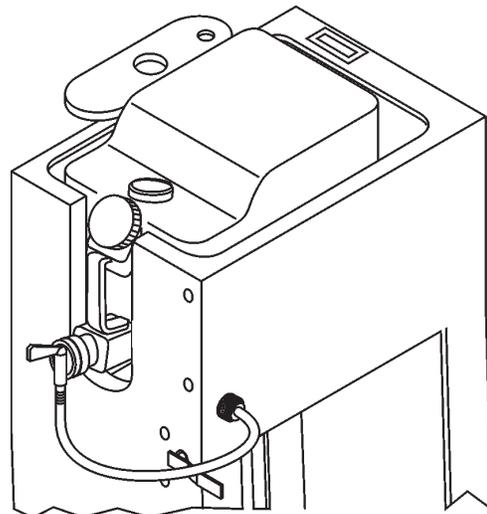

Abb. 18. Schlauchanschluss des mitgeführten Wassertanks
Der Fugenschneider SP2 CE ist mit einem abnehmbaren, auf der Konsole montierten 19-Liter-Wassertank ausgestattet, der an den Messing-Schlauchstutzen auf der Rückseite der Bedienkonsole angeschlossen werden kann (Abb. 18).
4. Sicherstellen, dass der Wassertank vollständig gefüllt ist (19 Liter). Den Schlauch des Wassertanks an den Messingstutzen des Kühlwassersystems auf der Rückseite der Konsole anschließen (Abb. 18), und die korrekte Wasserzufuhr zur Diamant-Trennscheibe vor Arbeitsbeginn prüfen. Wenn alles zum Schneiden bereit ist, die Wasserzufuhr einschalten.